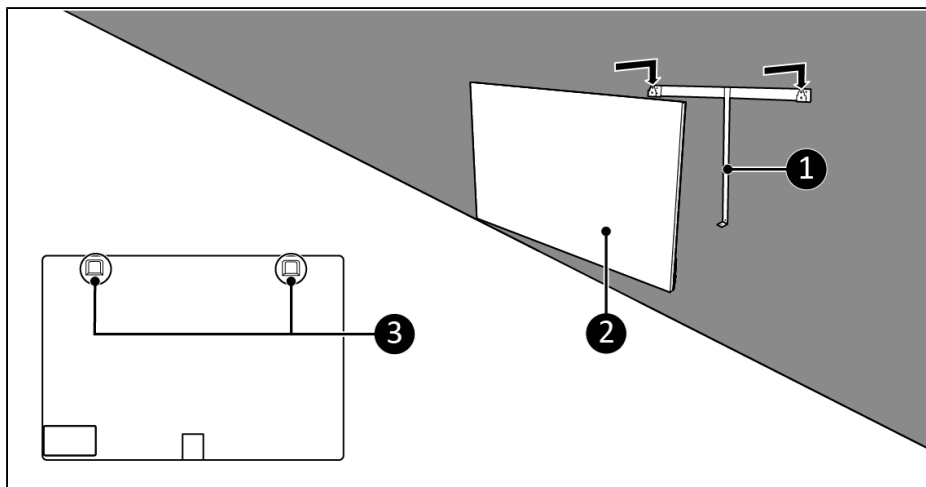

Figur 54.
2. Placera enheten med ett minsta avstånd (Figur 54) på: